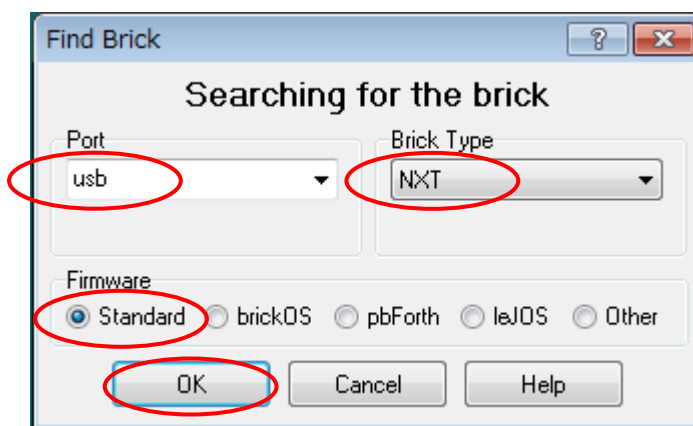

図 1-4 Find Brick の画面
- ③ NXT にファームウェアと呼ばれる基本ソフトウェアを BricxCC を使ってダウンロードします。このファームウェアが NXC プログラムを実行し、ロボットを動かします。NXT の電池がなくなるとファームウェアは消えてしまいます。その時は、新しい電池を交換した後、もう一度ファームウェアをダウンロードする必要があります。
- ④ BricxCC.exe をダブルクリックすると、図 1-4 のような画面が出てきます。